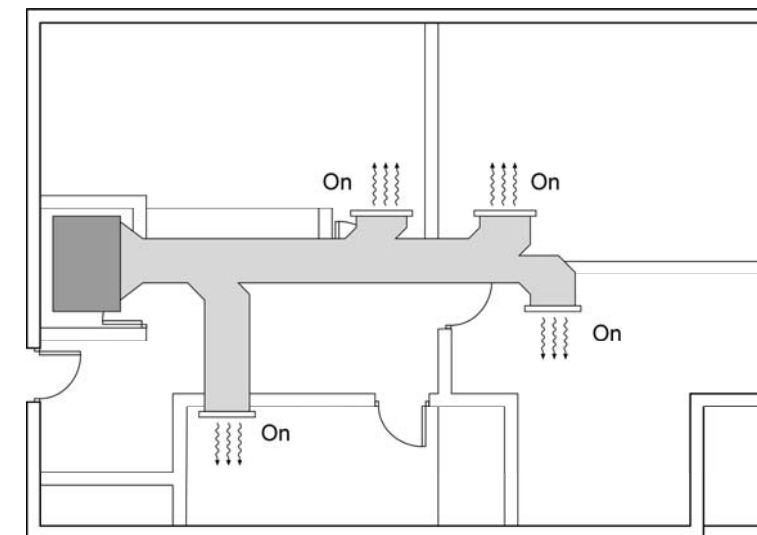

Fig. 7
- 2) Con todas las Zonas en Demanda (abiertas), mida la velocidad de impulsión del aire en todas las salidas y compruebe que está entre 2'0 m/s y 4'2 m/s (Ver Fig. 7). En caso de no cumplir por estar alguna salida por debajo de estos márgenes, aumente la presión disponible de la máquina a la siguiente disponible y vuelva a realizar las comprobaciones.
- 2) With every zone under demand (open), measure the outlet air speed checking that is within range from 2'0 m/s and 4'2 m/s (See Fig. 7). In case of not having this air flows in a zone, configure a higher external static pressure in the AC Unit and check outlets air speed again.
- 2) Mettre toutes les zones en demande (ouvertes), mesurer la vitesse de soufflage de l'air au niveau de toutes les bouches et vérifier qu'elle soit comprise entre 2,0 et 4,2 m/s (Voir Fig. 7).
- 2) Con tutte le zone in regime di domanda (aperte), misurare la velocità dell'aria in uscita da tutti i terminali e verificare che sia compresa o il più vicino possibile compresa tra i 2,0 e i 4,2 m/s (vedere Fig. 7).